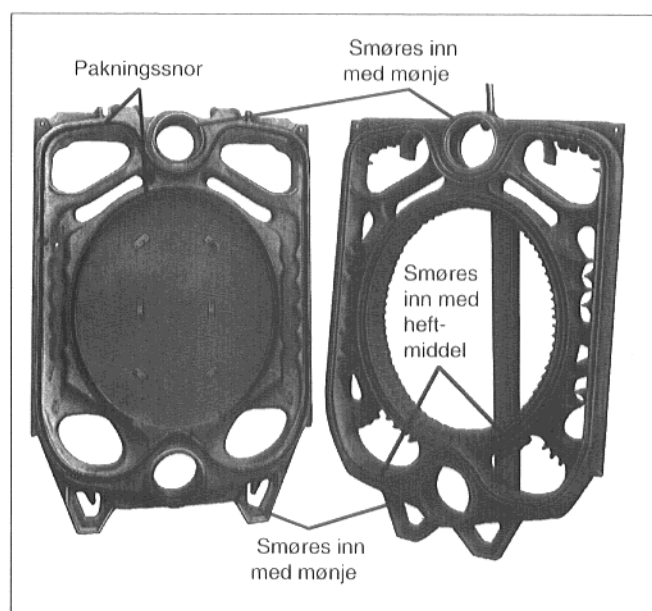

Fig. 14
- Legg den elastiske pakningsnoren inn i pakningsnoten på forsiden av bakelementet, begynn i øvre navområde, og trykk svakt (fig. 14).
- Deretter smøres godt med mønje på tetteflatene til navene (fig. 14).
- Tetningsfjærene smøres inn med heftmiddel (primer) (fig. 14).